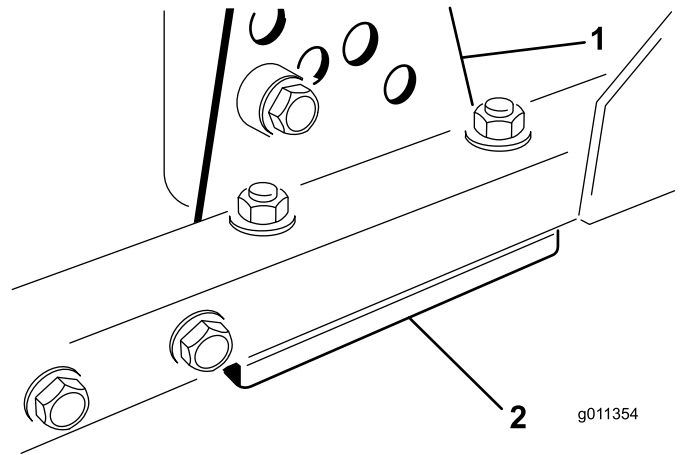

Bild 122
1. Entfernen Sie die Schnitthöhenhalterung (vorne, links oder rechts) vom Mähwerkrahmen (Bild 122).
2. Führen Sie 1,5-mm- und/oder 0,7-mm-Beilagscheiben zwischen dem Mähwerkrahmen und der Halterung ein, um die gewünschte Schnitthöhe zu erhalten (Bild 122).